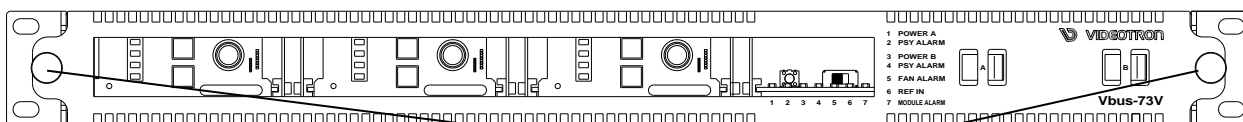

図 4-1 前面 (1)
- (1)前面パネル固定用ネジ図 4-1 (1)を十分に緩め、前面パネルをゆっくり手前に引いてカバーを取り外します。